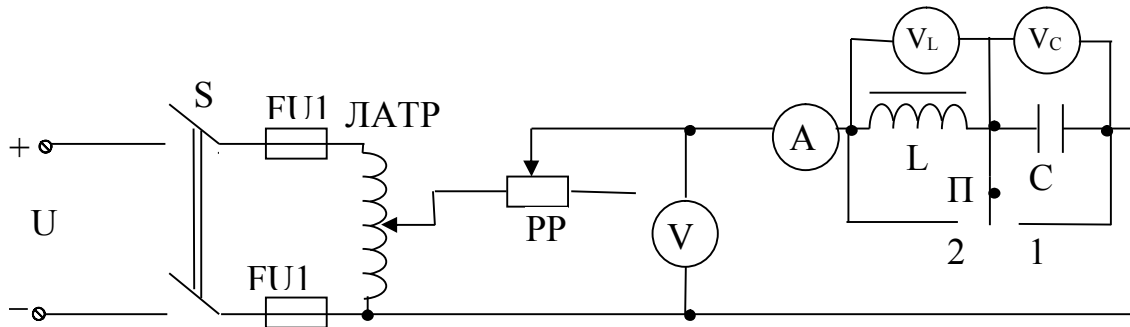

Рисунок 1 Схема цепи с последовательным соединением L и C
2. Собрать схему (рис.1) и показать ее преподавателю.